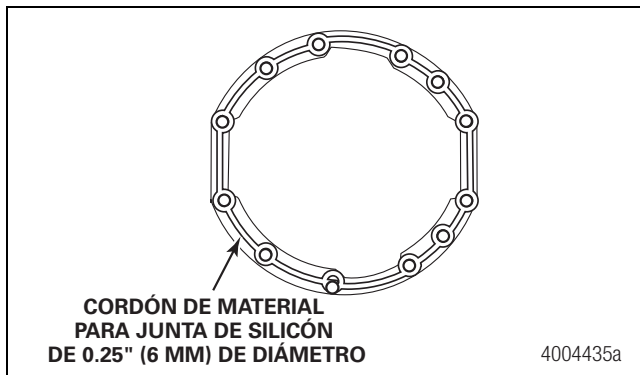

Figura 5.112
5. Aplique un cordón continuo de material para juntas a base de silicón de 0.25 de pulgada (6 mm) a la superficie de montaje de la caja a la cual se fija el portadiferencial. Figura 5.112.